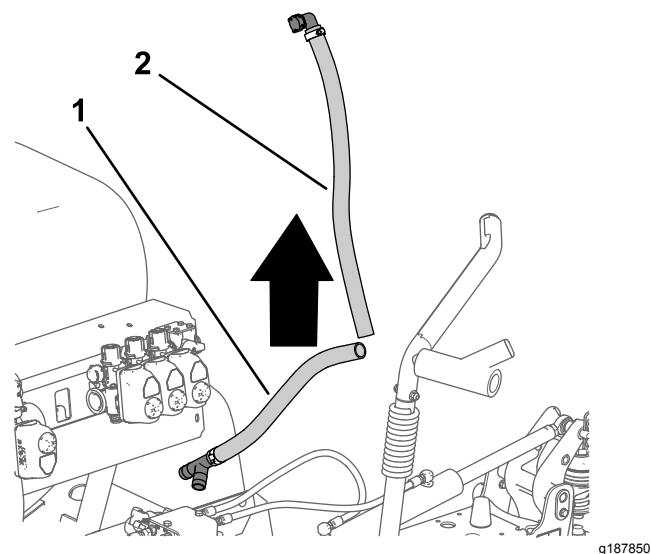

Figura 45
7. Rimuovete i flessibili di bypass superiore e inferiore dalla macchina (Figura 45).